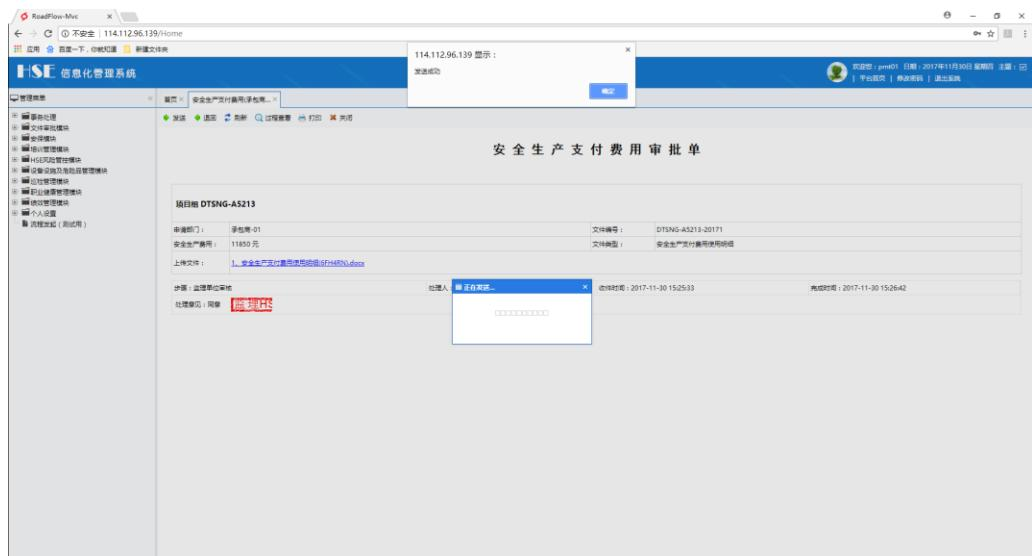

图 5.2-20 发送给 PMT 审批
2. 审查表单内容，内容合格无误则发送给 HSE 部审核，如图 5.2-20 所示：